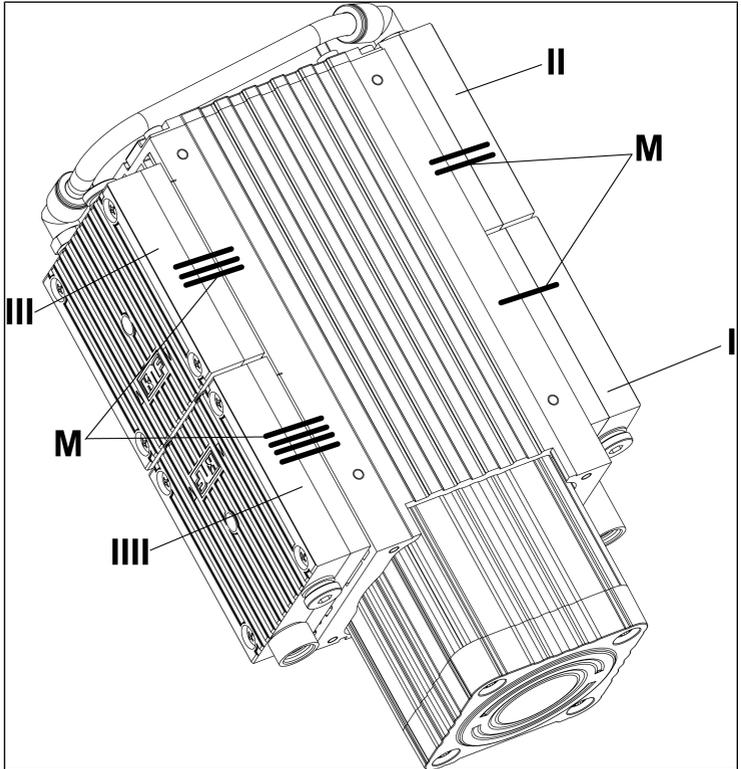
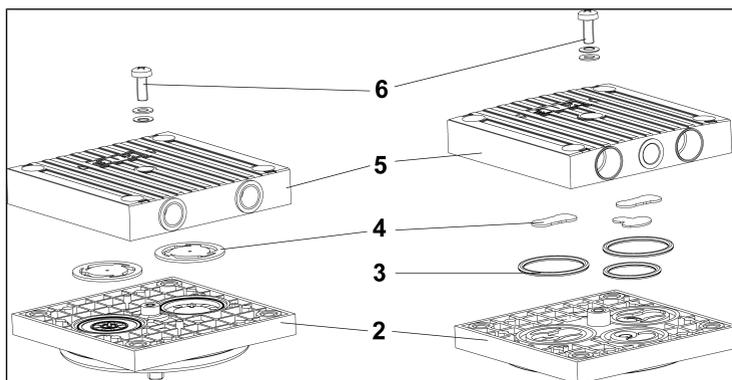

Abb.8: Markierung der Pumpe
Abb.11: Explosionsdarstellung des Pumpenkopfs
3. Kopf 1 (I/Abb. 8):
4. Kopf 2 (II/Abb. 8):
5. Kopf 3 (III/Abb. 8):
6. Kopf 4 (IIII/Abb. 8):
9. Lösen Sie an beiden Köpfen jeweils die Kopfschraube (6/ Abb. 11) im Kopfdeckel (5/Abb. 11).
10. Nehmen Sie den Kopfdeckel von der Zwischenplatte (2/ Abb. 11) ab.
1. Entnehmen Sie von den Zwischenplatten (2/Abb. 11) die Ventile (4/Abb. 11).
Entnehmen Sie die O-Ringe (3/Abb. 11).
3. Legen Sie die neuen Ventile (**4/Abb. 11**) in die Zwischenplatten (**2/Abb. 11**) ein.
Legen Sie die neuen O-Ringe (**3/Abb. 11**) in die Zwischenplatten (**2/Abb. 11**) ein.
5. Legen Sie die Kopfdeckel (**5/Abb. 11**) auf die Zwischenplatten (**2/Abb. 11**) entsprechend den Filzstiftmarkierungen (**M/Abb. 8**) auf.
6. Ziehen Sie an beiden Köpfen jeweils die Kopfschraube des Kopfdeckels (**6/Abb. 11**) vorsichtig, leicht und handfest an (Anziehdrehmoment: 60 Ncm).
5. Führen Sie die Schritte 6-8 (Pumpenkopf abmontieren), sowie die Schritte 1-6 (Ventilplatten wechseln und Zwischenplatten montieren) und die Schritte 1-4 (Membranen wechseln und Pumpenkopf montieren) für die Köpfe 3 und 4 (III und IIII/Abb. 8) durch.